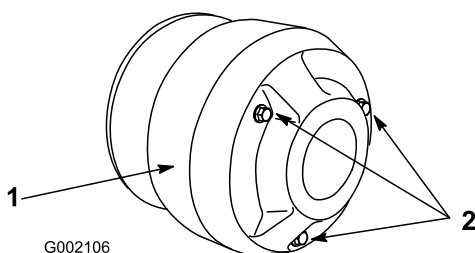

Figure 46
3. Retirez les trois boulons de fixation du couvercle de l'embrayage et déposez le couvercle (Figure 46).